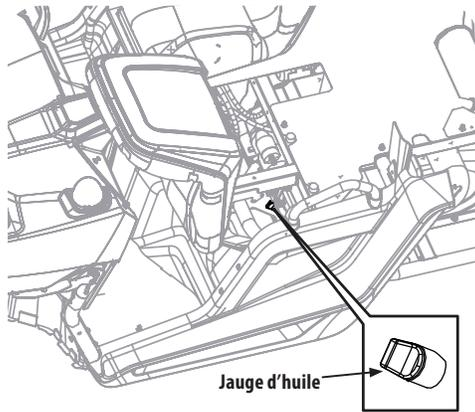

Figure 4-3
- Remplissez le moteur avec de l'huile fraîche selon les instructions de la notice d'utilisation du moteur. La jauge d'huile est illustrée à la Figure 4-3.